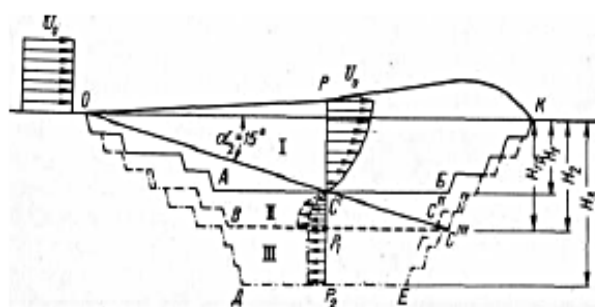

Рис. 2. Схема к определению основных этапов отработки карьера в зависимости от эффективности его естественного проветривания:
Основные этапы отработки карьера, исходя из схем его естественного проветривания могут устанавливаться графическим и аналитическим способами. Графический способ хотя и более трудоемок по сравнению с аналитическим, однако он более нагляден. Для решения этой задачи на плане карьера в отработываемом проектном контуре строятся характерные вертикальные профили, проходящие через его глубокую часть (рис. 2). Критерием оценки эффективности проветривания является безразмерная величина:
Из рис. 2 и формулы (1) следует, что при различном сочетании $H_{\text{тр}}$ и H величина $\bar{H}$ может иметь разные значения в диапазоне $0 \geq \bar{H} \leq 1$. Исходя из эффективности естественного проветривания с учётом влияния вредных примесей на уровень загрязнения атмосферы карьера, основные этапы его отработки соответствующим глубинам, определяемым величиной $\bar{H}$: первый этап — $\bar{H} > 0$; второй — $0,5 > \bar{H} > 0$; третий — $\bar{H} < 0$.
На первом этапе отработки объем $OABKO$ (рис. 2) проветривается по прямооточной (при $\beta_n \leq 15^\circ$) или рециркуляционно-прямоточной схеме (при $\beta_n > 15^\circ$). При этом его большая часть находится в зоне действия прямых потоков воздуха, а рециркуляцией охвачен сравнительно небольшой объем ($OAC'O$), примыкающий к подветренному борту карьера. Вследствие этого загрязнения атмосферы не возникают или их уровень незначителен, а скорости воздушного потока у поверхности уступов и дна карьера при среднегодо-